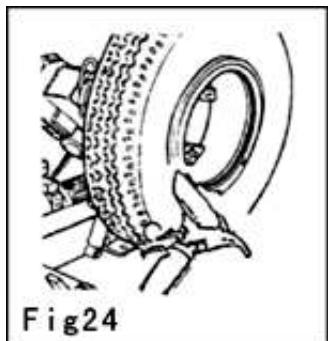

Fig24
- (1) Зафиксируйте обод, поверните его так, чтобы отверстие для ниппеля располагалось в крайней нижней точке. Смажьте оба борта шины и обод специальным смазочным материалом.
(2) Установите шину на платформу. При работе с камерными шинами расположите обод так, чтобы отверстие для ниппеля оказалось в крайней нижней точке.
(3) Переведите платформу так, чтобы установить оба борта шины на обод.
(4) Переведите инструментальную консоль к внешней стороне колеса и опустите ее в рабочее положение. Диск для отрыва борта должен быть направлен на колесо. Вращая колесо, переведите диск вперед, чтобы вставить его под борт шины.
(5) Установите разъемное кольцо на обод и зафиксируйте стопорной гайкой (рис. 24).
(6) Переведите инструментальную консоль в исходное положение, отпустите зажим и передвиньте платформу так, чтобы снять колесо с оси.